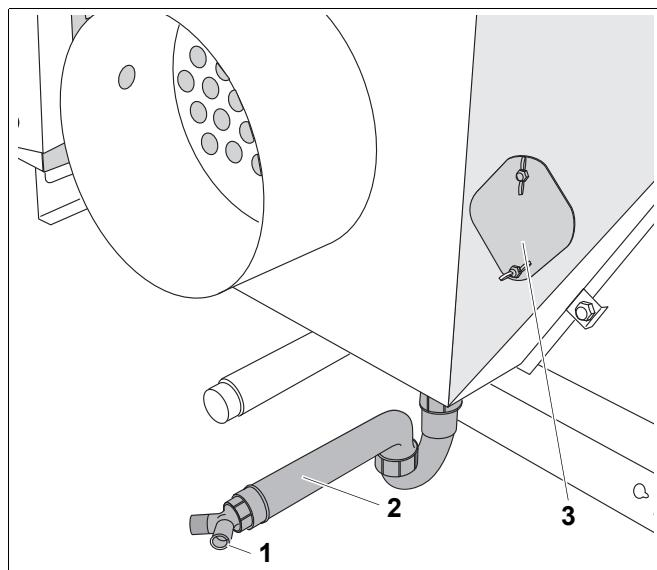

Рис. 27 Выход конденсата
- Подсоедините сливной шланг к патрубку (рис. 27, **поз. 1**) слива конденсата (сифону) (рис. 27, **поз. 2**) и закрепите хомутом. При использовании температуростойкой пластиковой трубы Ø 40 тройник на сифоне отпилите.
Экспликация к рис. 27
Перед пуском котла или устройства нейтрализации в эксплуатацию налейте в люк для чистки (рис. 27, **поз. 4**) примерно 10 литров воды, чтобы заполнить устройство нейтрализации и не допустить выхода дымовых газов из сифона котла.
Для влажной чистки рекомендуется применять устройства для чистки под высоким давлением. Частицы, оставшиеся после чистки, не должны попадать в устройство нейтрализации. При проведении чистки не допускайте забивания выхода конденсата, см. (рис. 27, поз. 2).
- Проверьте и при необходимости очистите сборный коллектор дымовых газов и слив конденсата (рис. 27, **поз. 3**) через люк для чистки.